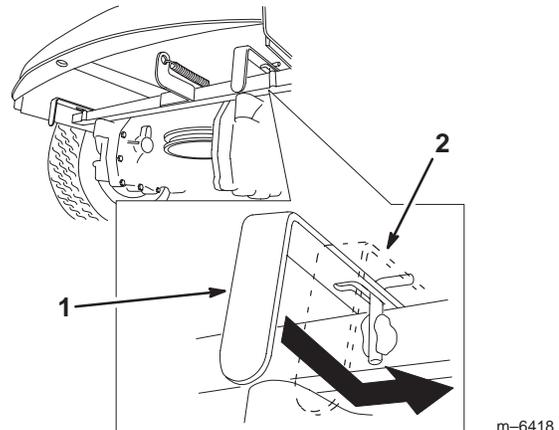

Figure 14
3. Poussez chaque levier de dérivation vers l'avant, puis sur le côté (Fig. 14).
Poussez les deux leviers de dérivation vers l'intérieur puis retirez-les en arrière (Fig. 14).